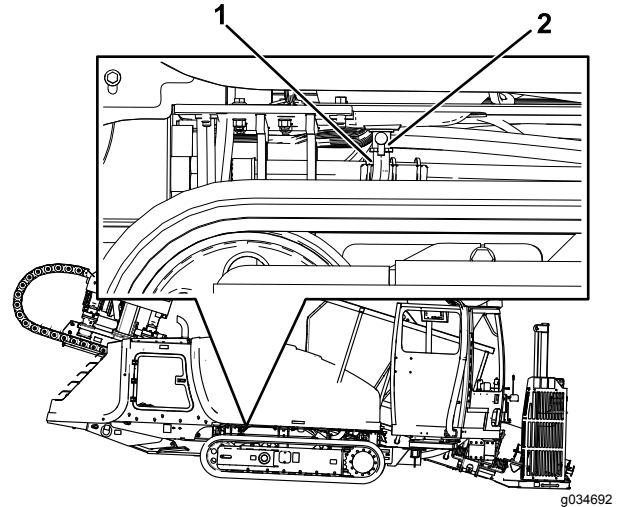

Bild 94
2. Stellen Sie sicher, dass der Ablassschlauch (Bild 94) vorsichtig nach oben gezogen wird, und dass das Schlauchende in der Auffangwanne ist.
3. Öffnen Sie das Ablassventil (Bild 94).
5. Schließen Sie das Ablassventil, wenn das Öl abgelassen ist (Bild 94).
6. Bringen Sie den Ablassschlauch wieder in die Originalstellung (Bild 94).